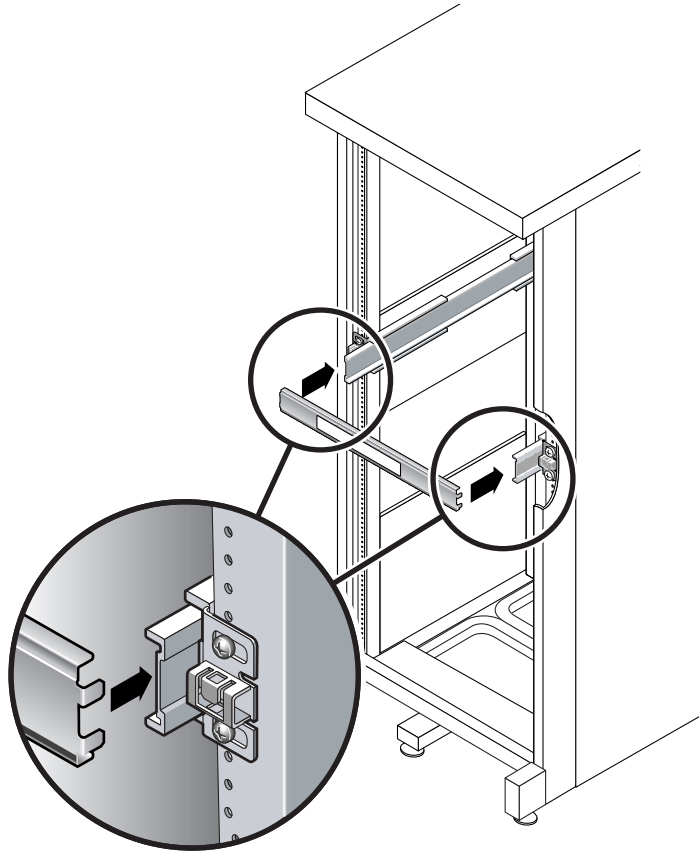

FIGURA 2-16 Uso del útil de espaciado para ajustar la distancia entre las guías deslizantes
- a. En el frontal del bastidor, introduzca el lado izquierdo del útil en las ranuras del extremo de la guía izquierda (FIGURA 2-16).